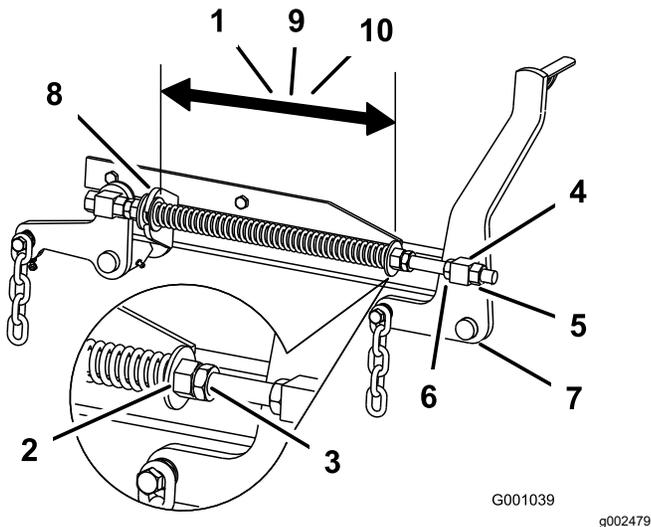

Рисунок 113
2. Проверьте расстояние между двумя большими шайбами, оно должно быть равно 28,2 см для 52-дюймовых, 26,7 см для 60-дюймовых или 29,2 см для 72-дюймовых дек газонокосилок (Рисунок 113),
3. Отрегулируйте это расстояние, ослабив контргайку пружины и повернув гайку в передней части каждой пружины (Рисунок 113).
4. Зафиксируйте эту гайку на месте, затянув контргайку пружины (Рисунок 113).